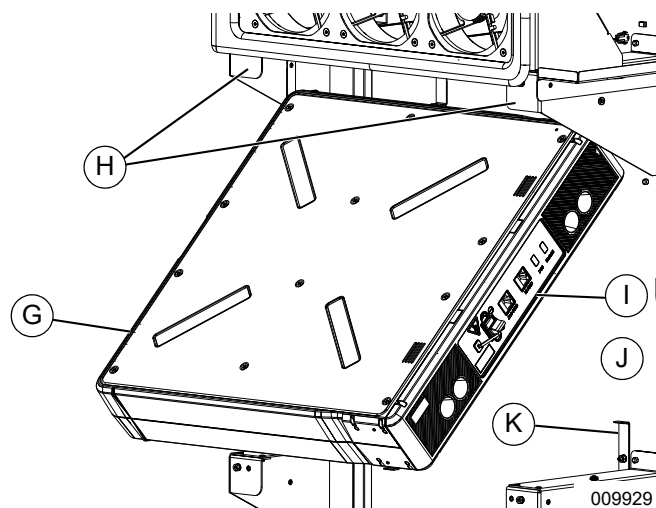

Figura 4-20. Instalación de los módulos traseros de la batería
1. Consulte la **Figura 4-20**. Coloque la parte superior del módulo de la batería (G) en ángulo debajo y detrás del reborde del soporte (H).